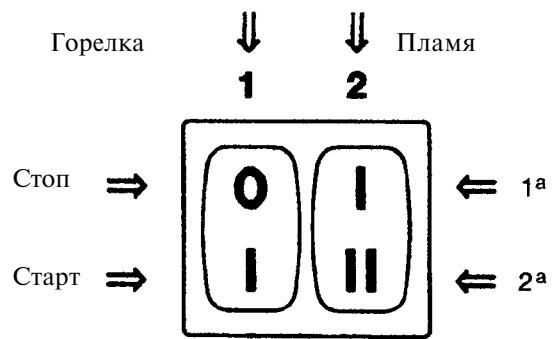
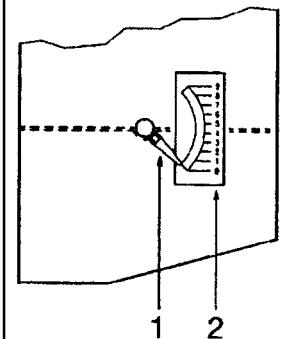
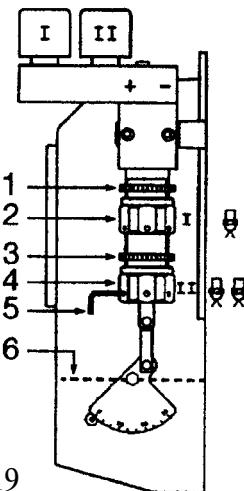

Рис. 17
Рис. 18
Рис. 19
Запустить горелку, воздействуя на терmostаты и устанавливая выключатель (1) (Рис. 17) в положение "I". Насос должен вращаться в направлении, указанном на его крышке.
Когда дизельное топливо начнет выходить через пробку или через резьбу манометра, значит насос уже заправлен. Остановить горелку: выключатель (1) (Рис. 17) установить в положение "Стоп" и затянуть пробку или манометр.
Установить выключатель (1) (Рис. 17) в положение "I". На первом запуске или при переходе с 1-го пламени ко 2-му пламени происходит моментальное понижение давления топлива из-за заполнения трубы, питающей 2-ю форсунку. Это понижение давления может вызвать гашение горелки, сопровождаемое пульсацией.
Запускать горелку при 1-м пламени, устанавливая выключатель (2) в положение 1-го пламени (Рис. 17). Отверстие заслонки (6) (Рис. 19) должно быть пропорциональным установленной форсунке. Указатель (1) (Рис. 18) должен установиться в положении, указанном в таблице (Рис. 20). Настройка осуществляется вращением шестиугольника (2) (Рис. 19):
Установить указатель (1) на отметке 2, 3 (Рис. 18). Регулировку необходимо осуществлять, ослабляя контргайку (1) шестигранником (2) (Рис. 19).
Установить выключатель (2) (Рис. 17) в положение 2-го пламени и отрегулировать заслонку (6) (Рис. 19), воздействуя на шестигранник (4), ослабив контргайку (3) (Рис. 19).
Для того, чтобы облегчить регулировку шестигранников (2) и (4) (Рис. 19) используйте шестигранный ключ 3 мм (5) (Рис. 19).